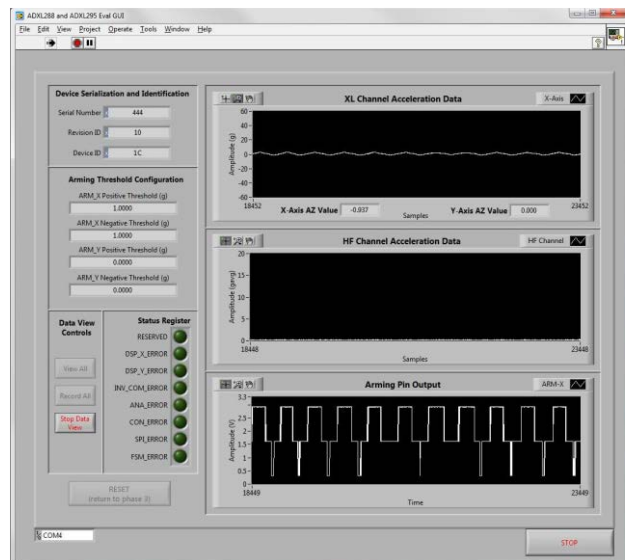

図 29.安全ピン出力
**View All** ボタンを押すと、XL チャンネル、HF チャンネル(該当する場合)、安全ピン出力が同時にプロットされます。図 29 に、正と負の安全閾値が最小値 1 g に設定された例を示します。これにより、デバイスをシンプルに揺ると閾値を超えて、安全ピンが加速度データに沿って正と負にアサートされます。